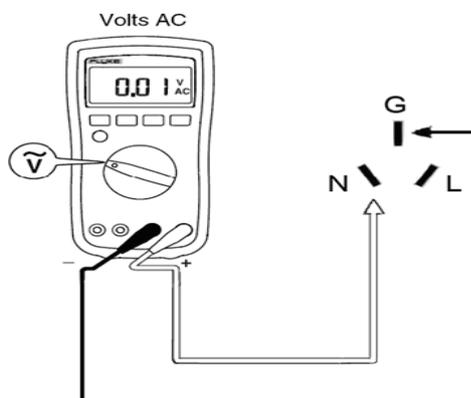

图1.N-G电压测试方法
3.6	请将按照第2页图1所示方法测得 N-G 电压差值填入下表